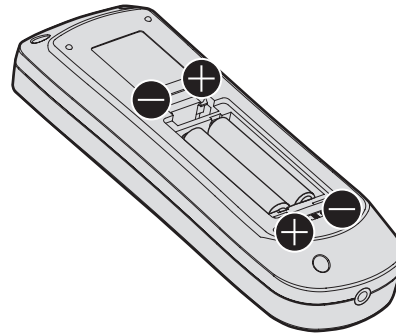

Abb. 2
- 2) Legen Sie die Batterien ein und schließen Sie den Deckel (legen Sie zuerst die **−**-Seite ein). (Abb. 2)